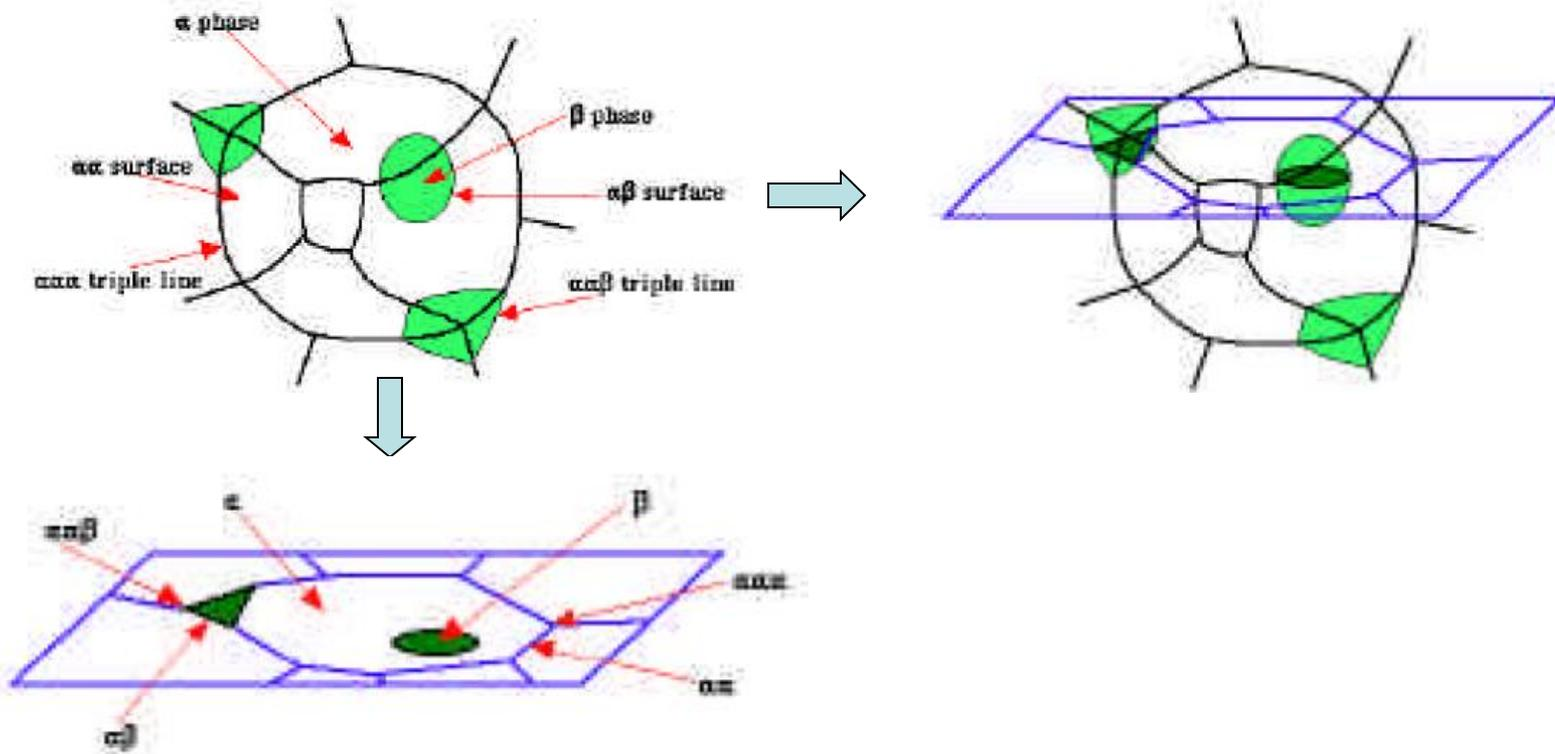

Figura 10
- *Las líneas o curvas en el espacio tridimensional tales como las líneas $\alpha\alpha\alpha$, o $\alpha\alpha\beta$ en la figura 10, poseen como propiedad la **longitud**. Los segmentos de línea, tales como ejes en la red de celdas tiene cada uno su longitud el valor global de esta longitud se reporta como L_V , la longitud por unidad de volumen*